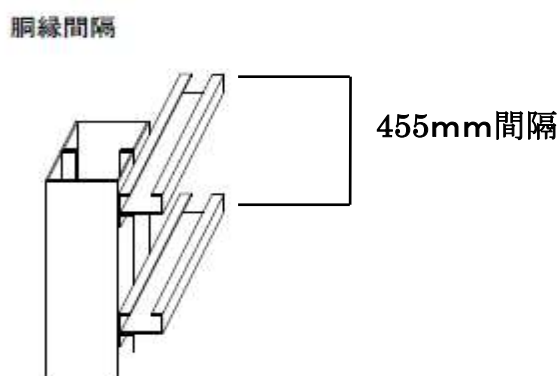

図 10 鉄骨造のラスシート下地
② 鉄骨造外部ラスシート下地
- ・一般構造用軽量形鋼（リップ溝形鋼）を図 10 に示す横方向に 455mm 間隔で留め付ける。
- ・出入り隅部および開口部でラスシートの端部が固定しにくい部位には、下地の上に下地板金(0.4mm 以上)を取り付けておく必要があります。(2) の施工を参考にしてください。